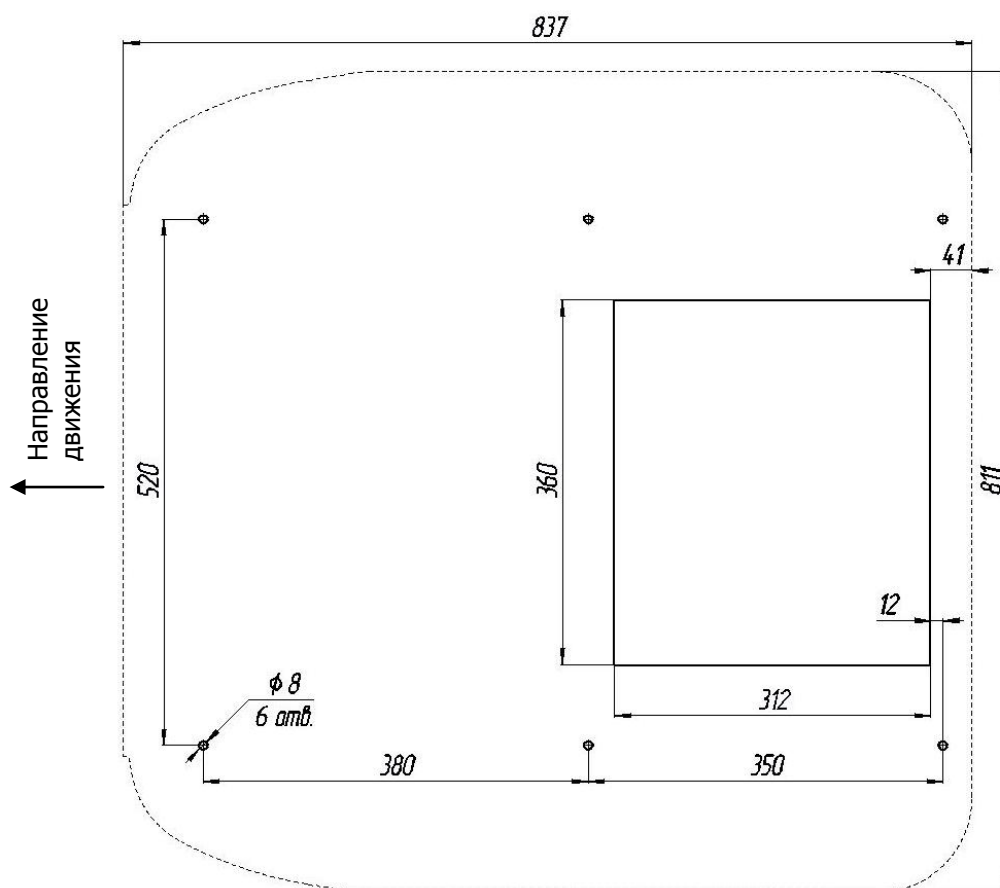

Рис.3
3.4.1 Выполнить отверстия на крыше транспортного средства согласно эскизу на рис.3.